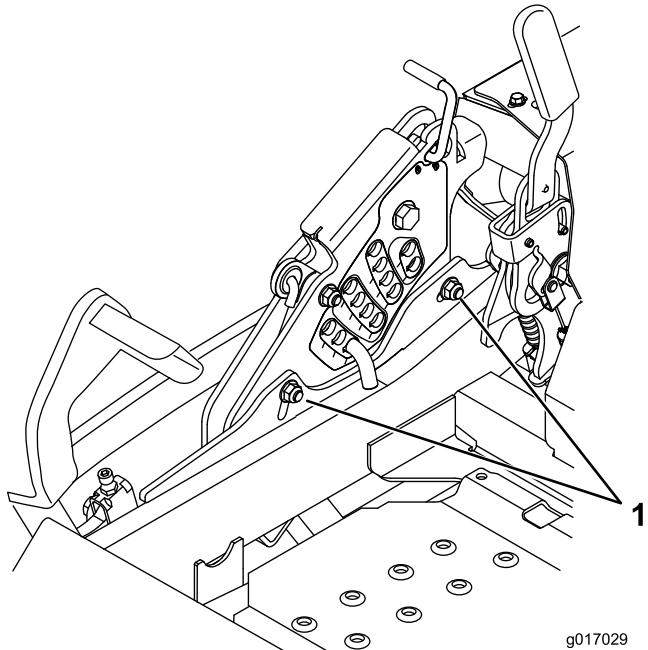

Figure 90
- Pour régler le système monopoint, desserrez les 2 boulons au bas de la plaque de hauteur de coupe. Reportez-vous à Figure 90.
- Serrez les 2 boulons au bas de la plaque de hauteur de coupe (Figure 90). Serrez à un couple de 37 à 45 Nm (27 à 33 pi-lb).